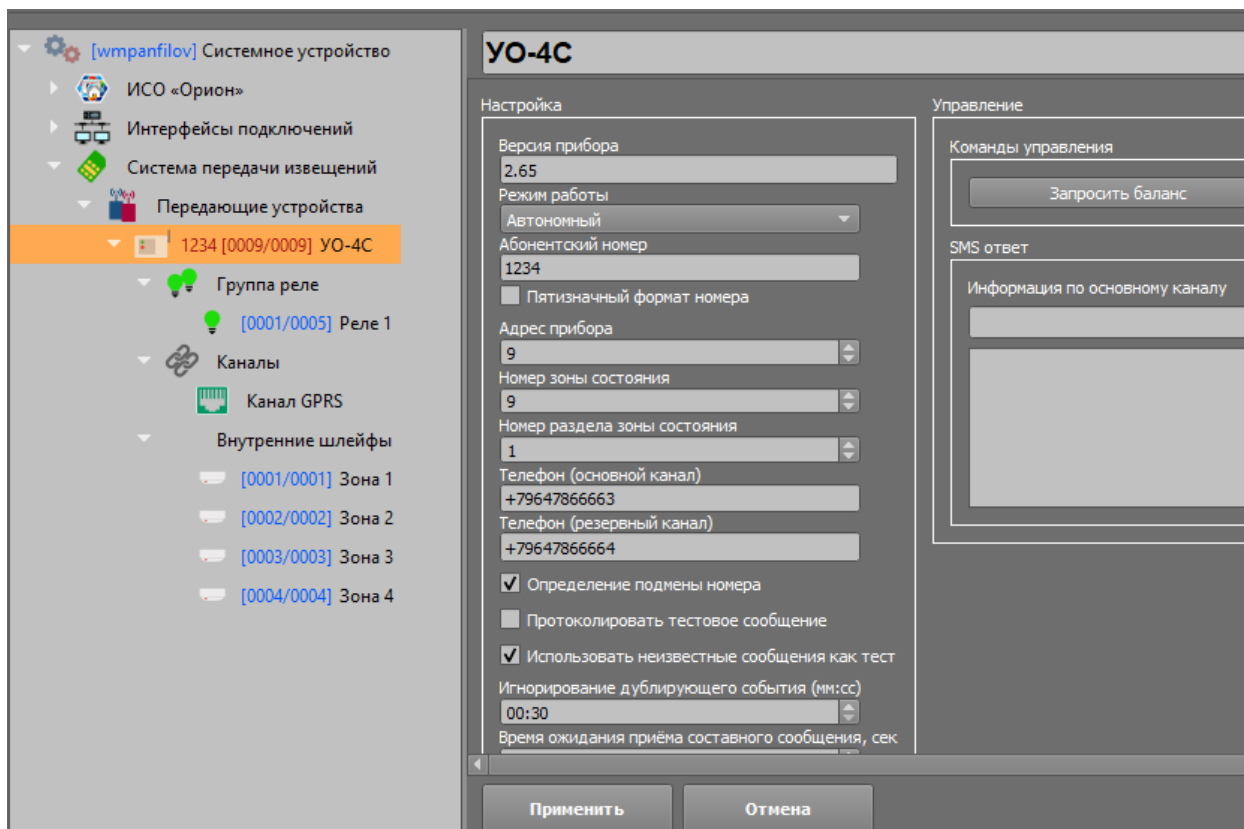

Рисунок 3-13. Пример настройки работы YO-4C в автономном режиме
2. оставьте нумерацию Contact ID номера этим зонам – без изменений (0);
3. в настройках прибора в списке «Режим работы» установите режим «Автономный», параметры «Номер зоны состояния» и «Номер раздела зоны состояния» оставьте без изменений (0) (Рисунок 3-13). Примените изменения;